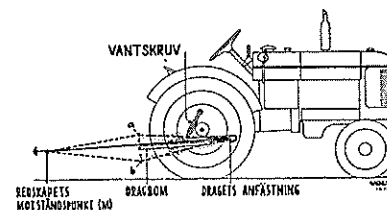

Fig. 8.
La ligne, allant du point d'attache de la barre de traction au point de résistance de l'outil remorqué (M) doit être une ligne droite. (Voir la ligne rouge de la figure 8). Ajuster la barre de traction pour qu'elle coïncide avec cette ligne.